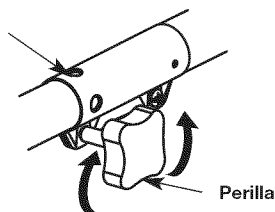
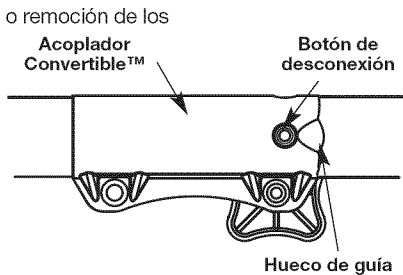

Fig. 5
Fig. 3
PRECAUCIÓN: Antes de operar esta unidad, cerciúrese de que el botón de liberación esté completamente encajado en el orificio principal (Fig. 3) y de que la perilla de ajuste (Fig. 5) esté firmemente apretada.
- Gire la perilla en sentido antihorario para aflojarla (Fig. 5).
NOTA: La alineación del botón de desconexión con el hueco de guía facilitará la instalación (Fig. 3).
- Gire la perilla en sentido horario para ajustarla (Fig. 5).
Para realizar recortes decorativos con el accesorio de corte de cabezal de línea u otro accesorio, trabe el botón de desconexión del accesorio de corte u otro accesorio en el interior del agujero de 90° (Fig. 5).
- Opima y sostenga el botón de desconexión (Fig. 3).